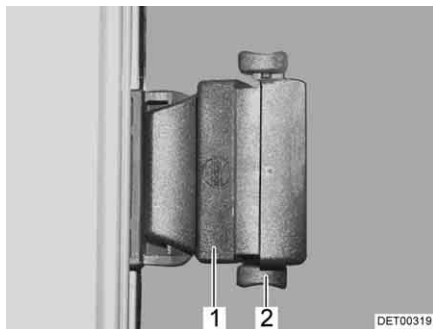

Fig. 102 Ventana corredera con bloqueo a presión
- Soltar el bloqueo (Fig. 102,2).
- Presionar el tirador (Fig. 102,1) y, al mismo tiempo, empujarlo hacia adelante o hacia atrás.